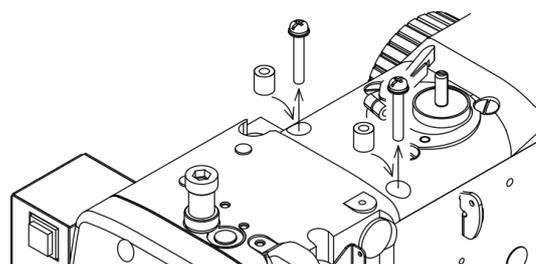

図 3
- (1) 図 3 のようにトップカバーを留めているネジのうち、前側 2 本を外します。